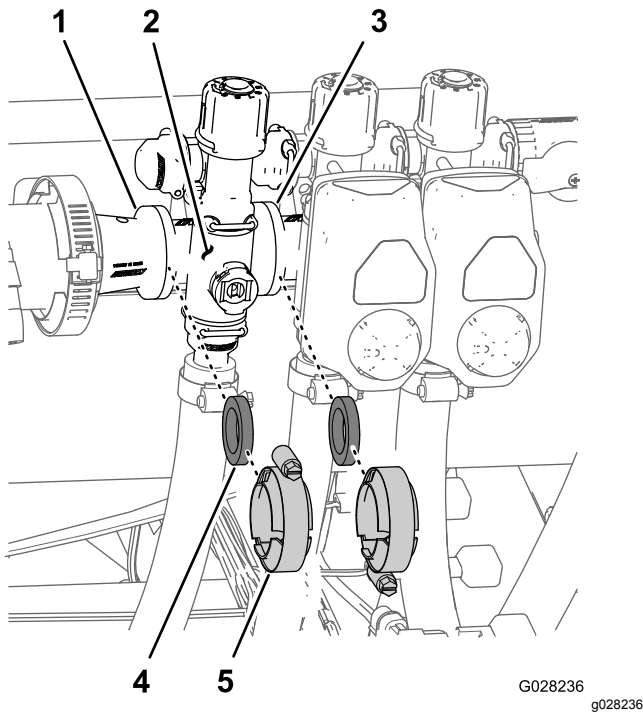

**Figure 103**
2. Déposez le collecteur de vanne d'agitation de la machine (Figure 103).